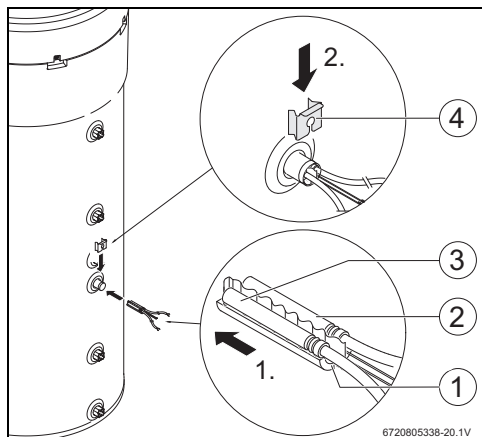

Fig. 7
- ▶ Montar el juego de montaje (fig. 7, [1]) en el sensor de temperatura conectado al accesorio (fig. 7, [2]) y en el sensor de temperatura conectado al regulador (fig. 7, [3]) y colocarlo como se muestra en la fig. 7.
- ▶ Colocar el clip de fijación (fig. 7, [4]).